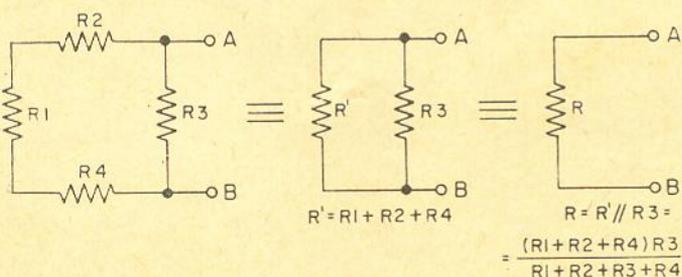

Figura 8
2.º passo (figura 8): Determinamos o resistor equivalente entre os terminais A e B.